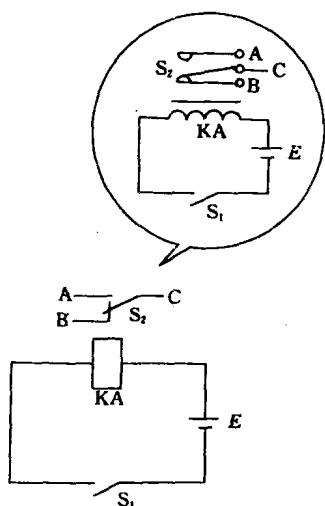
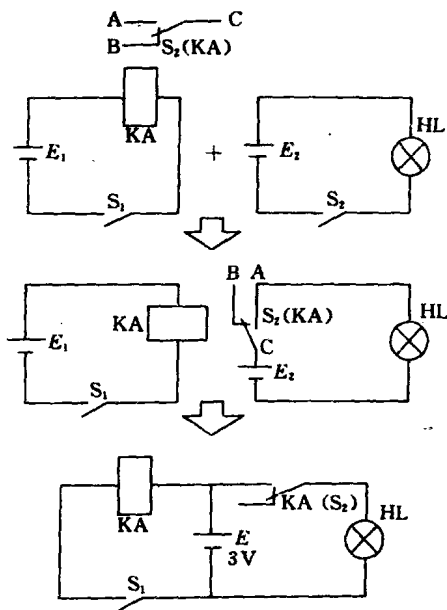

图 1-2-1 简单发报机电路
图 1-2-2 用一个线路控制另一个线路
(1) 按图 1-2-1 所示连接电路。
(2) 按下按键时听到了什么? 键按下不动时,能听到声音吗? 释放按键时又听到了什么?
(1) 将图 1-2-1 所示电路与图 1-1-1 所示电路用继电器联系起来,其原理图可整理如图 1-2-2 所示。
(2) 按下按键,观察继电器是否动作,灯泡是否发亮。分析继电器在电路中起什么作用?
2. 如果继电器的动触点总是不动作,或图 1-2-2 电路中灯泡不亮,可能发生的故障有哪些?